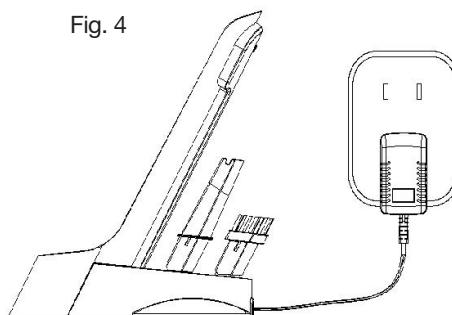

Fig. 4
4. Posez le socle de charge sur une surface plane et stable et branchez le bloc d'alimentation sur une prise murale facilement accessible (**figure 4**).